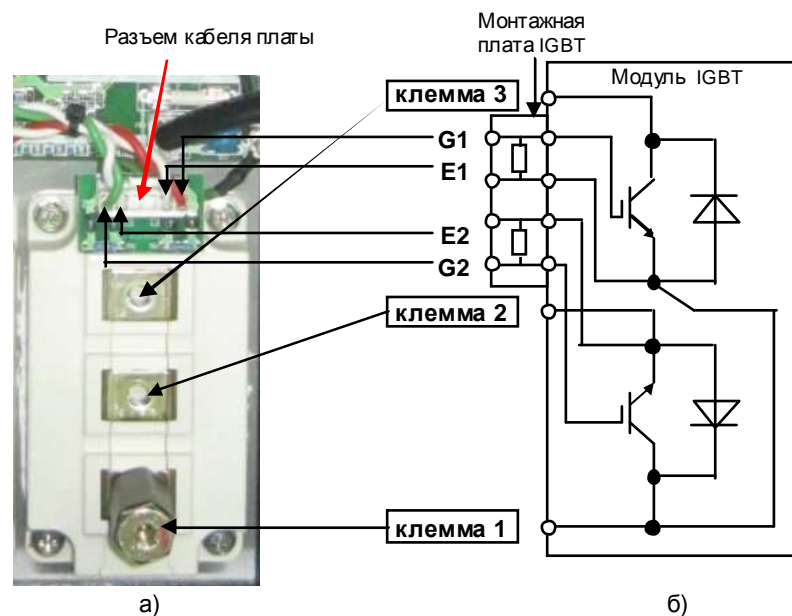

Рис. 4.7. Расположение контактов модуля IGBT.
Соединить выход «+» УПСМ с клеммой 2 модуля, выход «-» УПСМ с клеммой 1 модуля (рис.4.7), лампочка должна засветиться. Поменять местами выходы УПСМ, лампочка светиться не должна.
Соединить выход «+» УПСМ с клеммой 1 модуля, выход «-» УПСМ с клеммой 3 модуля (рис.4.7), лампочка должна засветиться. Поменять местами выходы УПСМ, лампочка светиться не должна.
- Соединить выход «+» УПСМ с клеммой 1 модуля, выход «-» УПСМ с клеммой 2 модуля, а выход «Упр.» УПСМ с клеммой «G2» модуля (рис.4.7).
- Соединить выход «+» УПСМ с клеммой 3 модуля, выход «-» УПСМ с клеммой 1 модуля, а выход «Упр.» УПСМ с клеммой «G1» модуля (рис.4.7).